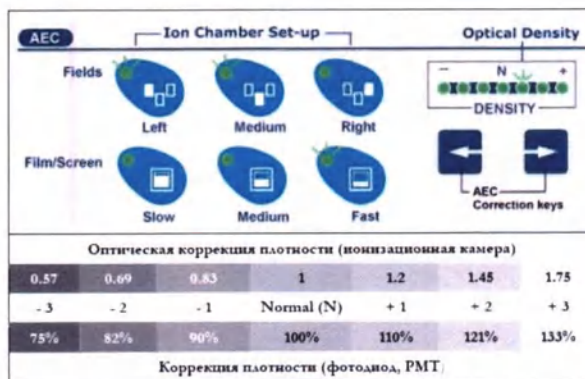

Рисунок 2.14 - Настройки параметров экспозиции
- б. При необходимости настроить параметры экспозиции (таблица 2.2) и параметры методики АЕС (рисунок 2.14). Для выполнения серии экспозиций необходимо изменить продолжительность операции и интенсивность кадра (п. 2.4.3.4.4).